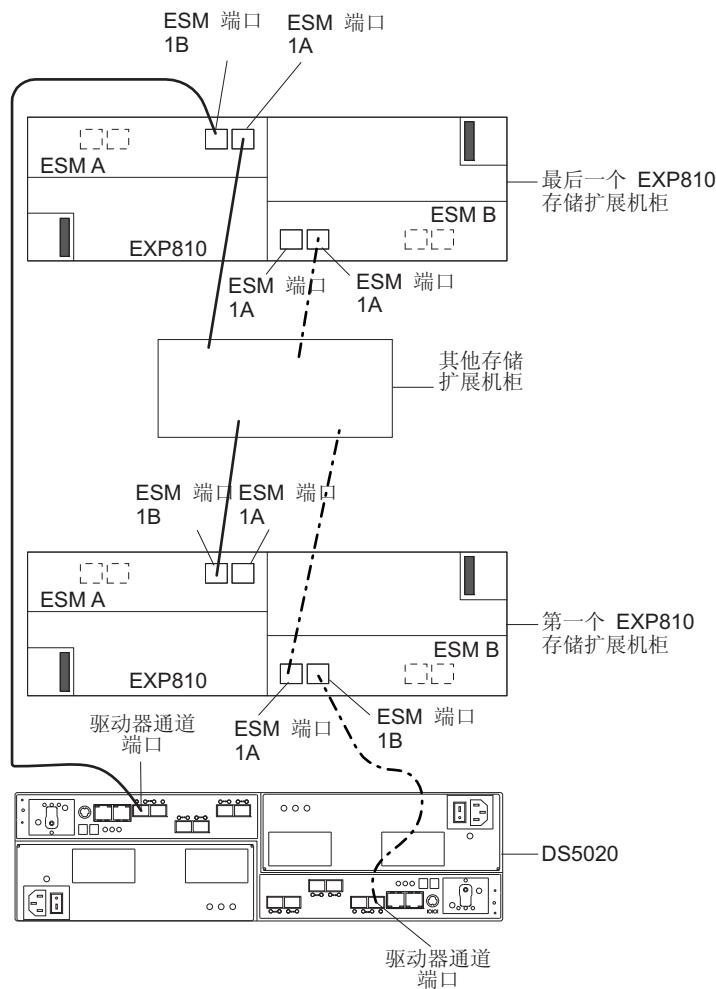

图 45. 与标记为 1B 的 EXP810 ESM 端口连接的 DS5020 驱动器端口
10. DS5020 存储子系统控制器的控制器驱动器端口必须总是连接到与 DS5020 存储子系统相连的冗余驱动器通道/环路对内 EXP810 左右 ESM 中标记为 1B 的端口。第 67 页的图 45 显示了端口的位置。